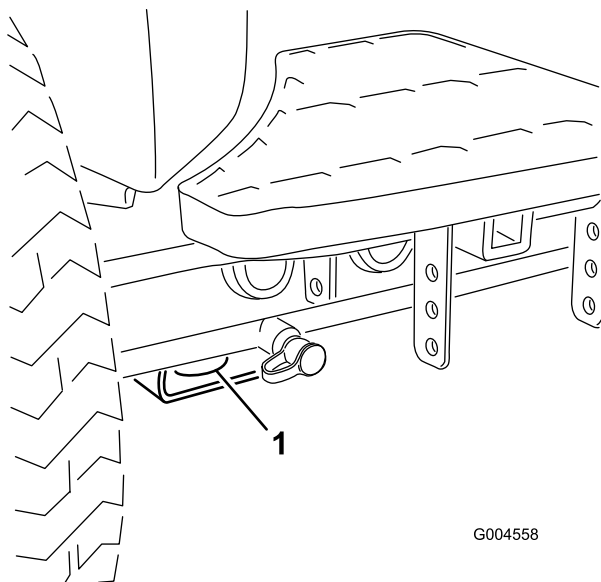

図 23
- 機体の前側各前輪の内側、アクスルチューブの下にある四角いパッド 図 23。